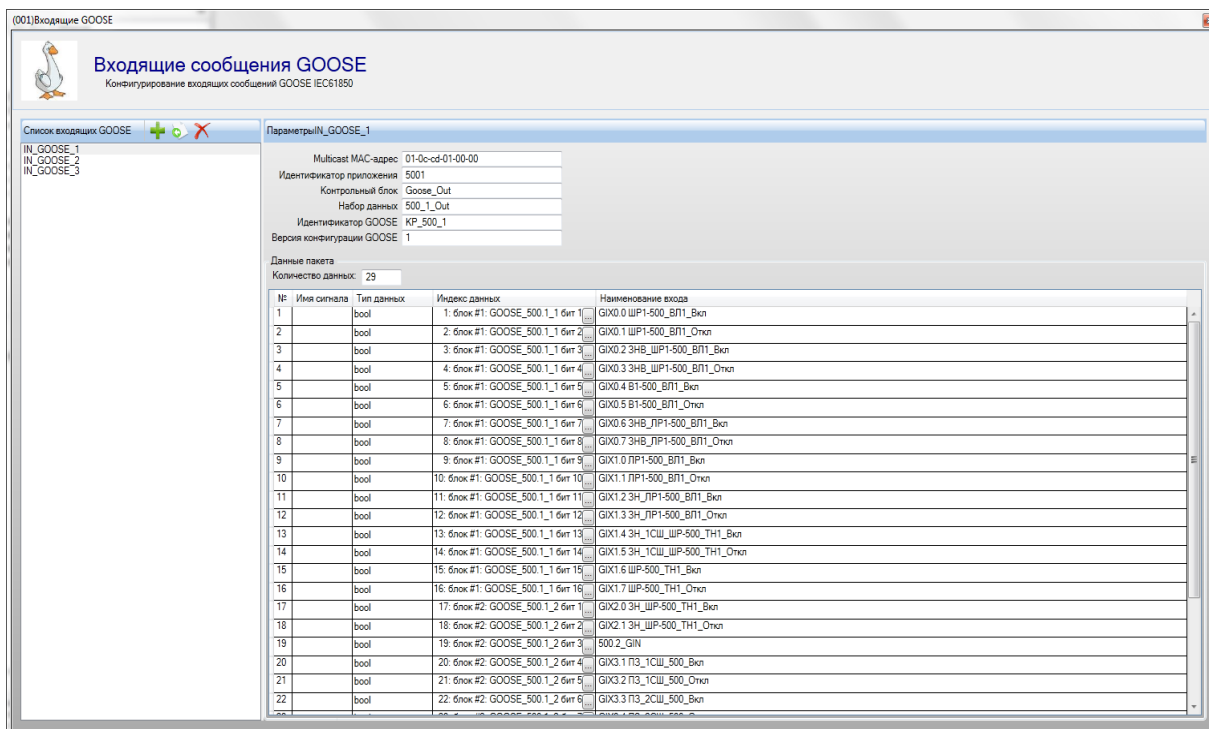

Рисунок 7.10
2) в разделе **IEC61850** → **Входящие GOOSE** задать параметры получаемых GOOSE сообщений: по одному блоку IEC 61850_GOOSE_IN на каждую рассылку (рисунок 7.10). Для выбора индекса данных необходимо вызвать диалоговое окно (рисунок 7.11).